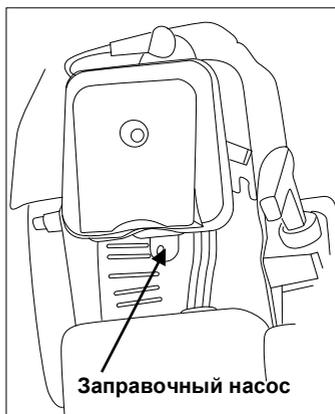

Рис.5
3. Несколько раз запустите заправочный насос до достижения потока топлива из прозрачной трубки (Рис.5).